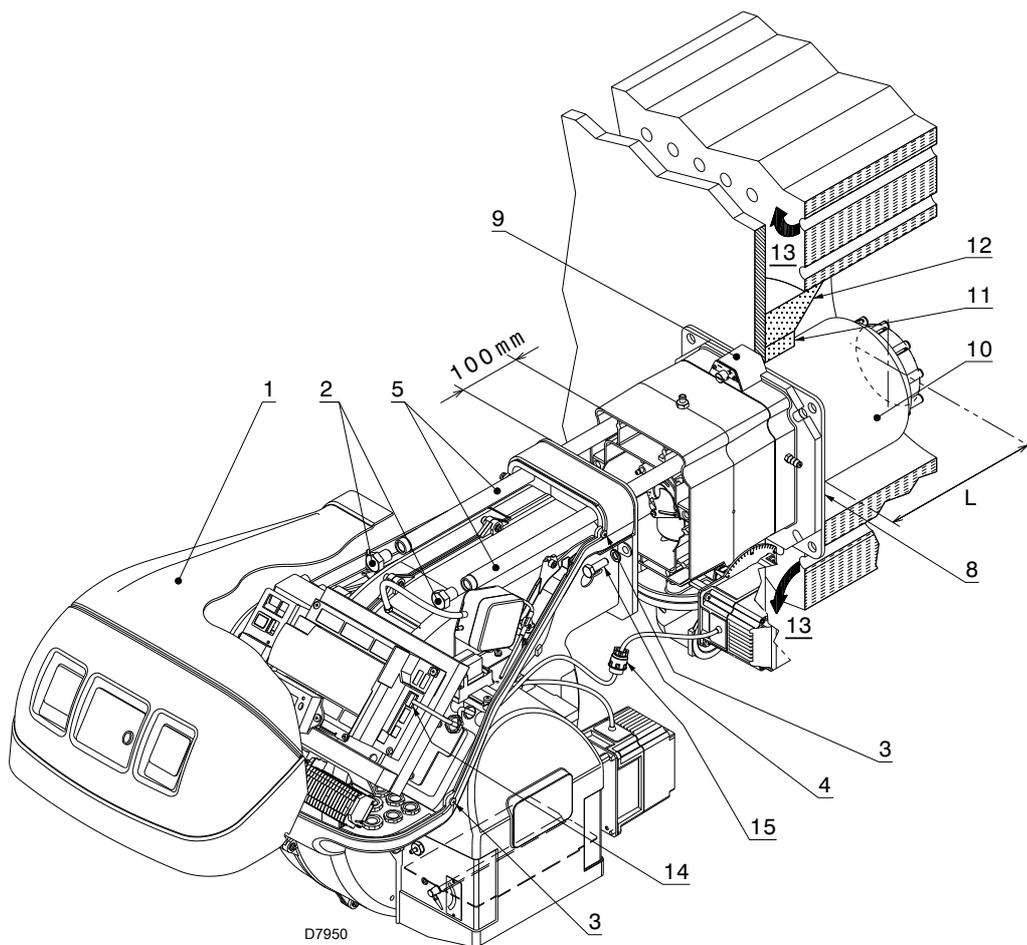

图 16
带前烟道 13)(第 25 页图 16) 或中心回焰式炉膛的锅炉其使用耐火材料制成的保护性炉补 11) 必须装于锅炉炉补 12) 和燃烧筒 10) 之间。
对于带水冷却前板的锅炉, 则不需要耐火材料制成的炉补 11)-12)(图 16) , 除非锅炉制造商另有要求。
从燃烧器上取下燃烧头，如图 图 16 所示，然后按以下步骤操作：
- 将燃烧器重新装回到滑杆 3) 上，距多歧管 4) 约 100mm，此时燃烧器位置如第 25 页图 16 所示；
- 连接伺服马达插头 14)(图 16) ，拧紧锁扣 15) ；